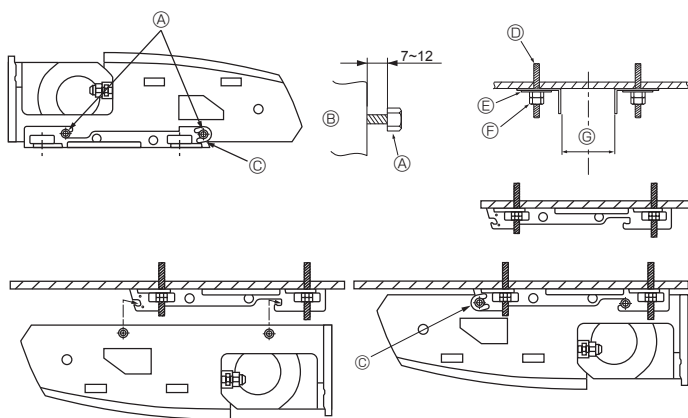

Fig. 3-6
2) Postavljanje ovjesnih nosača prvo na strop (Fig. 3-6)